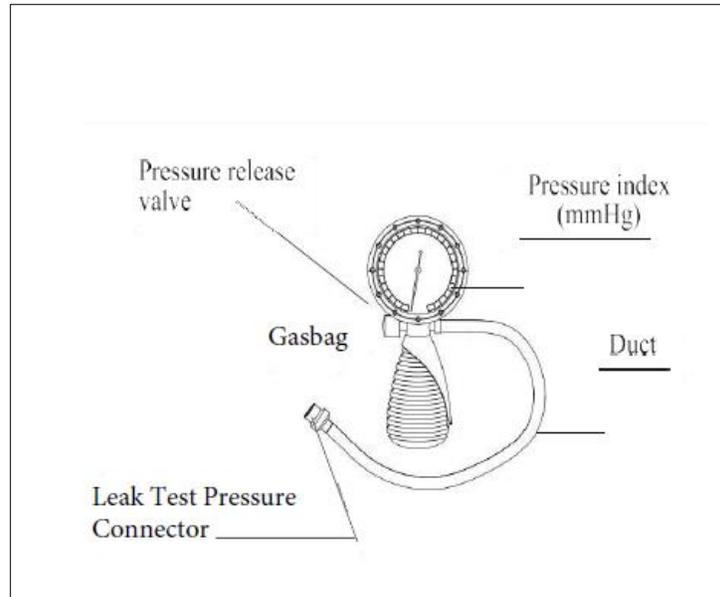

Fig 7.2 Détecteur de fuites
1. Vérifiez que le détecteur de fuites ne présente pas de fissures, de rayures, de défauts, de débris et/ou d'autres dommages. (Voir Fig. 7.2)
2. Appuyez sur la poche à gaz et assurez-vous que le détecteur de fuites évacue l'air du connecteur (voir Fig. 7.2).